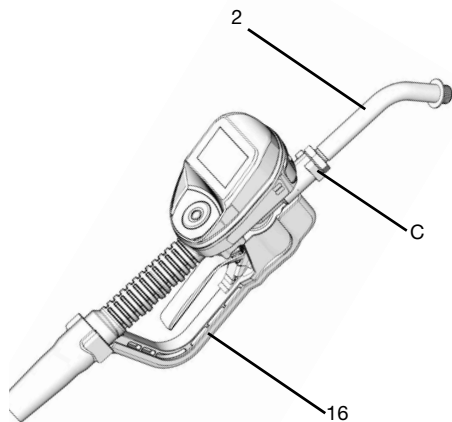

FIG. 7
1. Ajuste la tuerca (C) en la extensión (2) de forma que pueda utilizarse la conexión máxima de enrosque de la extensión (2) (FIG. 7).
2. Enrosque la extensión (2) en el alojamiento (B) hasta que toque fondo (FIG. 7).
3. Alinee la extensión (2) con la empuñadura y el alojamiento de la válvula dispensadora con medidor (16) (FIG. 7).
4. Apriete firmemente la tuerca (C) (FIG. 7).